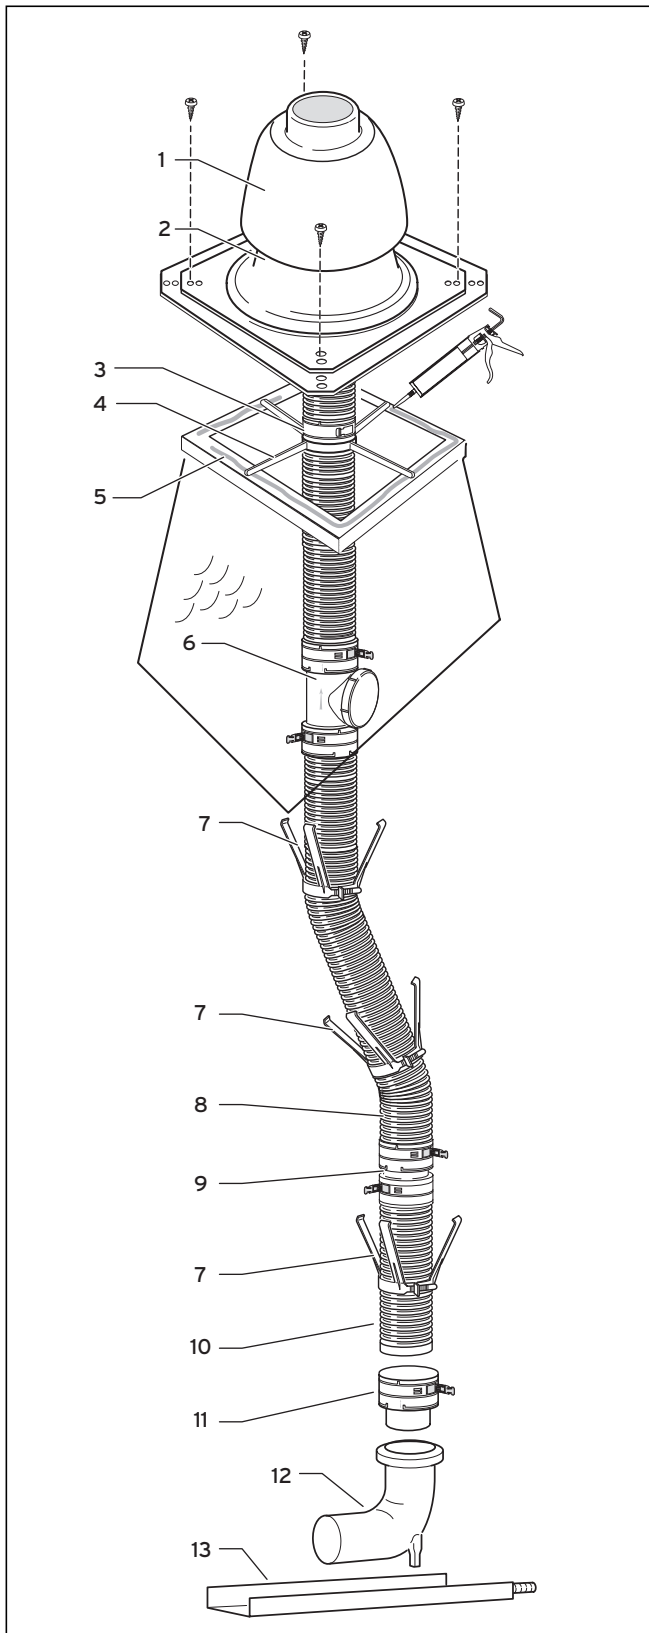

Abb. 5.32 Systemaufbau flexible Abgasleitung
- Schieben Sie das untere Ende der Abgasleitung (10) bis zum Anschlag in das Einsteckelement (11) und befestigen Sie es mit den Klick-Verschlüssen.
- Montieren Sie die Abstandshalter (7, siehe Abb. 5.32) im Abstand von maximal 2 m an der Abgasleitung.
- Schieben Sie das Montagekreuz (4) über die Abgasleitung (8) auf die Schachtwange, siehe Abb. 5.32.
- Befestigen Sie den Fuß des Schachtaufsatzes (2, Abb. 5.32) mit vier Schrauben auf dem Mündungsrand.